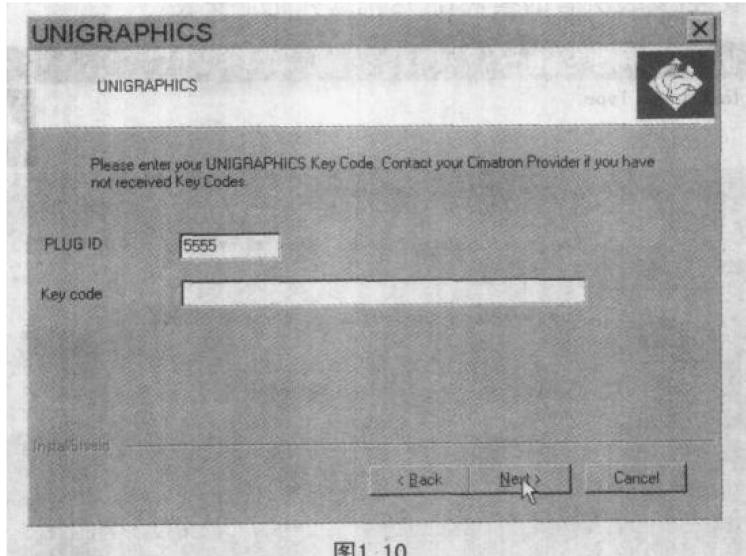

图1.10
- (10) 随后出现如图1.10所示的画面，第1行为PLUG ID号(是默认的，跟前面输过的一样)，第2行要求输入Unigraphics授权码(有此授权码，即可在以后直接转换Unigraphics的图档，如果没有授权码则可以不输入)，这里选择不输入，单击Next继续。